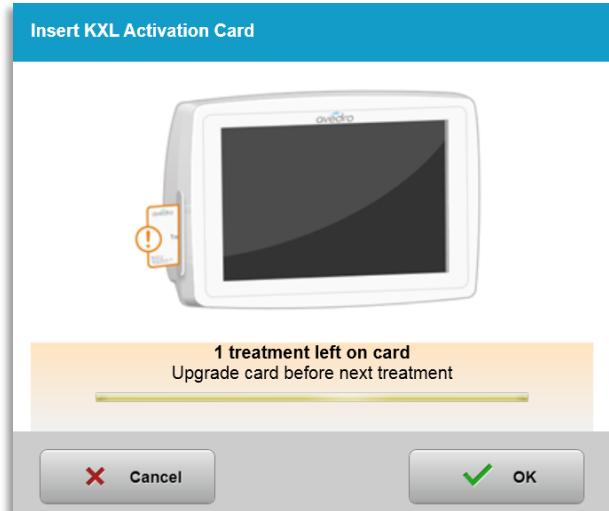

Bild 3-11. Kortsaldo för behandling
- Användaren kommer att varnas om att det endast finns en behandling kvar på kortet, vilket visas på bild 3-11.
- Om behandlingskorten endast har en behandling kvar kommer systemet att informera användaren om att "Uppgradera kort inför nästa behandling" (Upgrade card before next treatment), vilket visas på bild 3-11.